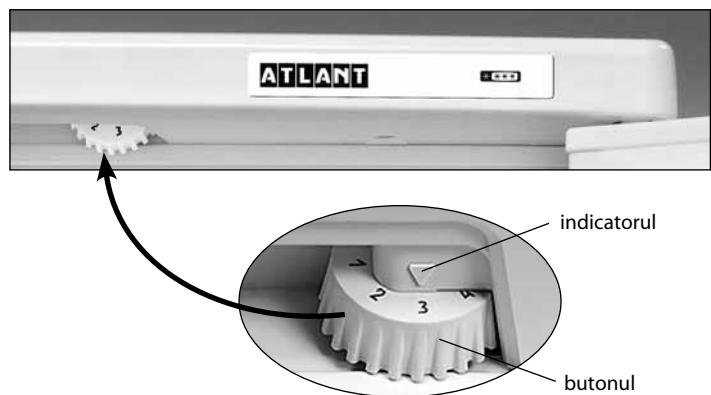

Figura 3 — Reglarea temperaturii
1.4 Funcția de reglare a temperaturii în frigider, în conformitate cu Figura 3 este controlată cu ajutorul butonului de reglare a temperaturii (în continuare - buton), care se află sub masca frigiderului. Butonul se rotește în sensul acelor de ceasornic sau în sensul contrar al acestora și are diviziuni numerice. Diviziunea "1" corespunde celei mai joase setări de temperatură (răcire minimă) în camera frigorifică, diviziunea "7" – celei mai înalte setări de temperatură (răcire maximă). Pentru a regula temperatură, setați diviziunea butonului sub indicator.
Deschideți ușa CF. La prima conectare este recomandat să instalați sub indicator diviziunea „3” sau „4” a butonului în conformitate cu Figura 3. Închideți ușa CF.